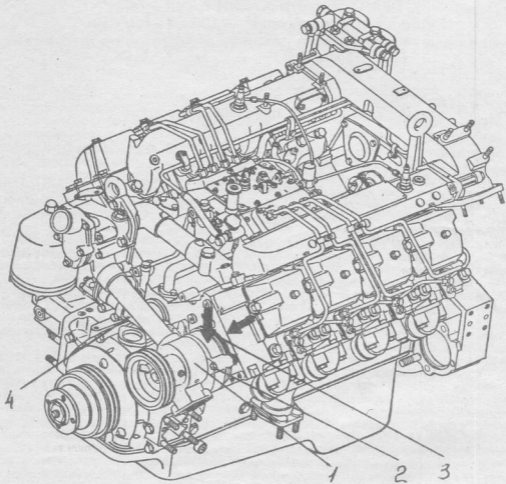

Рис. 28. Двигатель без оборудования
83. Отвернуть болты 2 (Рис. 28) с шайбами крепления водяного насоса к двигателю и снять водяной насос 1 в сборе с подводящей трубой 4 и включателем гидромукты с двигателя. (Головка сменная 13 мм, ключ с присоединительным квадратом).